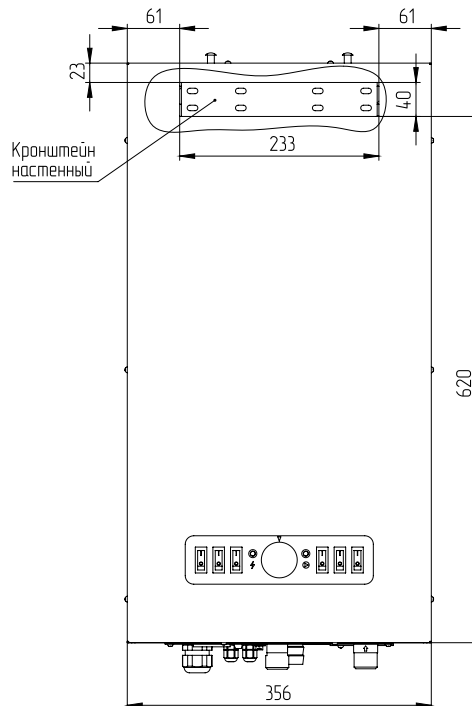

Рис.4 Positioning of the boiler relative to the bracket
6.4.1. В котле установлен возвратный датчик перегрева на 95°C (поз.7, Рис.5). При его срабатывании котел отключает нагрев (отключается контактор (поз.13, Рис.1B), но циркуляционный насос продолжает работать, отводя горячий теплоноситель в систему отопления. Датчик подключается к колодке подключения датчиков (поз.7, Рис.4) и может быть заменен в случае выхода из строя.
- Термостат подключен или к «ТЭНБ 1» (поз.2, Рис.4) или к «ТЭНБ 2» (поз.3, Рис.4). В данном случае с помощью термостата мы подключаем только 50% мощности, что дает нам возможность при установке котла резервировать мощность на будущее или просто использовать половину ресурса котла, и каждый год переподключать термостат, обеспечивая равномерный износ котла;
- Подключено 2 термостата или управляющих реле к «ТЭНБ 1» (поз.2, Рис.4) и к «ТЭНБ 2» (поз.3, Рис.4).